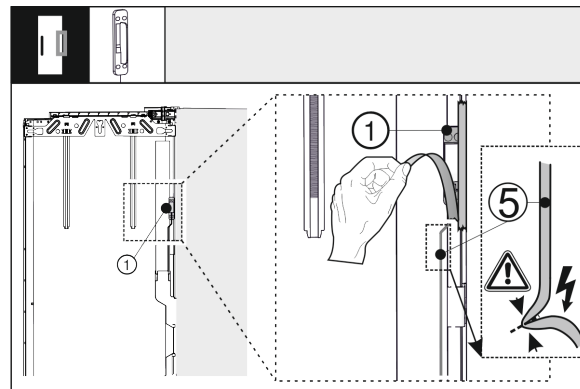

Fig. 40
- Lossa knackningssensorn Fig. 40 (1) från den yttre dörren. Skada inte anslutningskabeln Fig. 40 (5).